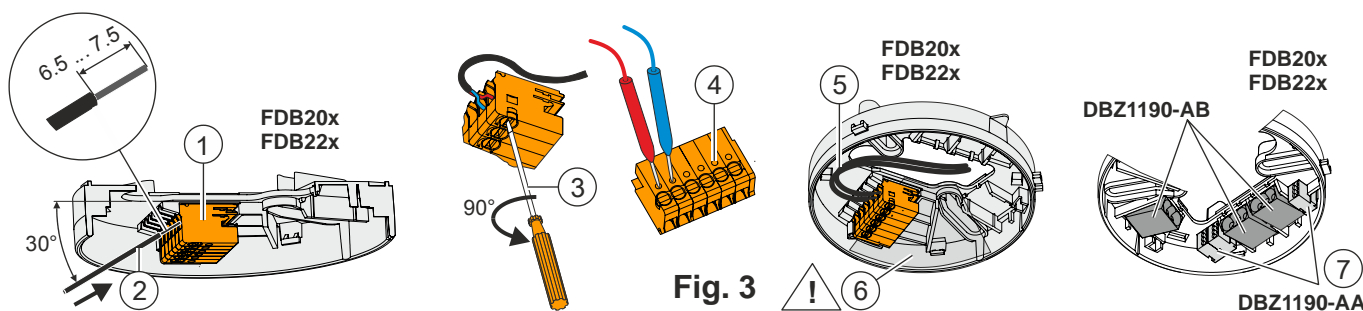

Fig. 3
1. Wire the detector base (see Fig. 3). Observe the connection diagram for your detector line:
1. Verdrahten Sie den Meldersockel (siehe Fig. 3). Beachten Sie das Anschlussschema für Ihre Melderlinie: